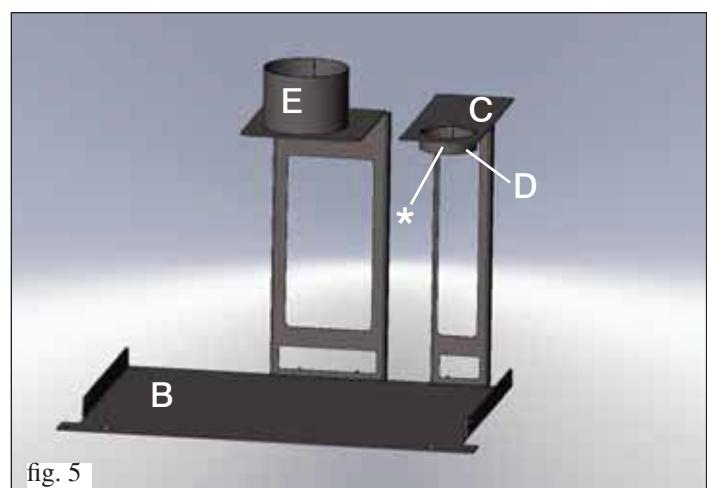

fig. 5
- Den Schlauch auf das erforderliche Maß kürzen, das Endstück des Schlauchs auf die Schelle des Zentrierbügels aufstecken (E Abb. 3 nebenstehend und Abb. 5 auf S. 87) und mit den mitgelieferten Rohrschellen befestigen.
Das Einbauerleichterungs-Kit wie in Abb. 5 gezeigt montieren.
- Das Rauchabzugsrohr auf die Bügelschelle (**C**) aufstecken. Das Rohr zu diesem Zweck auf die entsprechende Schraube setzen (*) (Abb. 5).
- Das Pellet-Befüllungsrohr auf die Bügelschelle (**E** Abb. 5 nebenstehend und Abb. 3 auf S. 85) aufstecken und mit der mitgelieferten Rohrschelle befestigen.